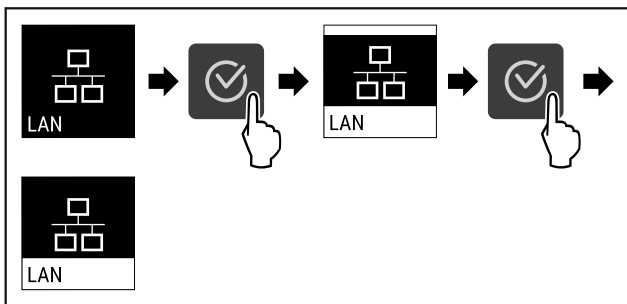

Fig. 91
- ▶ Провести етапи операцій (див. Fig. 91).